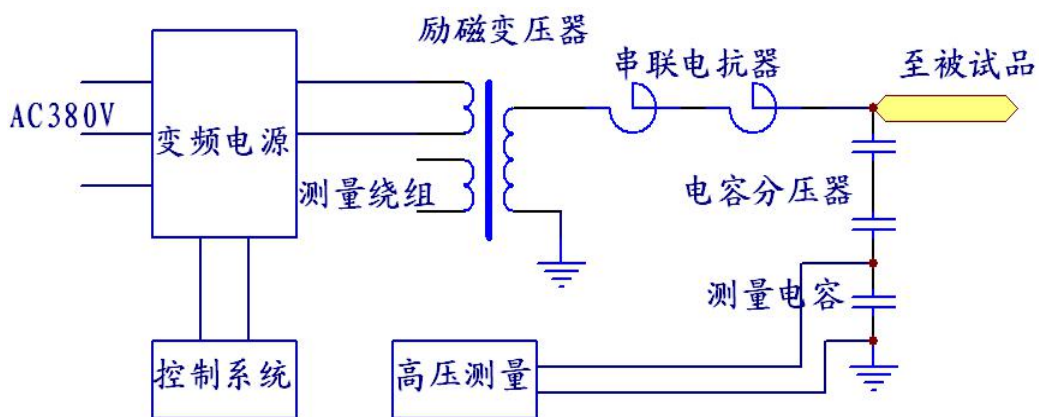

图 32 PY3520 型变频电源装置进行串联谐振交流耐压试验接线图
9.2.1 按照图 32 方式接好回路，试验电压的测量可以通过电容分压器测量。确认试验回路无误后，先不带试品进行空升试验。谐振回路由电抗器和电容分压器组成。整个装置与被试品之间通过一个无晕的高压导线连接。然后设置好分压比、测试电压。过电压保护、测试电流、试验时间、打开高压电流与电压等数据即可进行升压试验。
- 10.7 变频柜的负载能力必须按图 32 的曲线规定范围内，严禁在低电压时带大电流负载。在曲线的下部分为安全区。超过该区域将增大三极管损耗，严重时导致放大回路的三极管损坏。当超过了曲线，工作在曲线的上方，屏幕上的输出电压和输出电流将闪动提示。如果继续进行试验，变频柜中将会发出跳闸信号，同时屏幕上显示“功率曲线保护”，并且控制箱中发出“滴滴”的报警声。此时需要改变中间升压变压器的变比或者降低负载电流才能够继续进行试验。